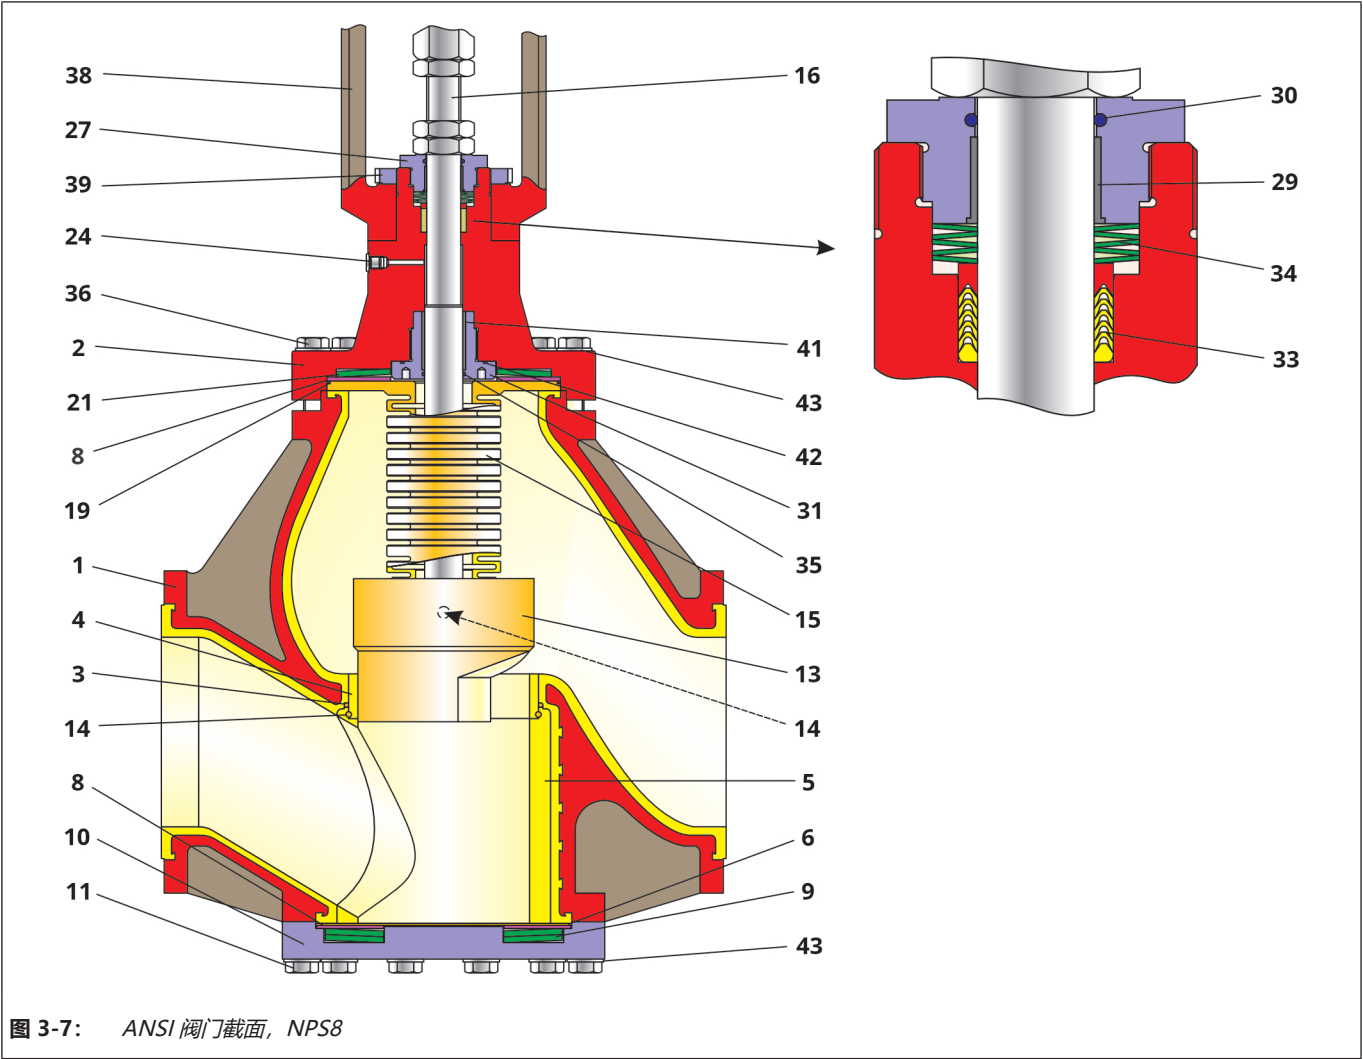

图 3-7: ANSI 阀门截面, NPS8
- ⇒ 将止推垫圈 (8) 放在 PTFE 垫圈 (6) 上。
- ⇒ 插入弹簧垫圈 (9)。有关弹簧垫圈的位置，请参见图 3-7。
- ⇒ 小心将底部法兰 (10) 放在阀体上。
- ⇒ 将垫圈 (6)、止推垫圈 (8) 和弹簧垫圈 (9) 居中装配在底部法兰中。
- ⇒ 将带有垫圈 (43) 的螺钉 (11) 拧入阀体。以交叉方式匀力拧紧螺钉。
- ⇒ 插入定距衬套以及 V 形环填料 (33) 的 V 形环和锁环。有关填料环的排列，请参见图 3-7。
- ⇒ 将弹簧垫圈组 (34) 插入现有小孔中。有关弹簧垫圈的排列，请参见图 3-7。
- ⇒ 将 O 形圈 (30) 插入填料箱 (27) 的内沟槽。
- ⇒ 将上部轴承套 (29) 按入填料箱 (27) 的底部。
- ⇒ 润滑填料箱 (27) 上的螺纹。
- ⇒ 将填料箱 (27) 拧入阀盖法兰 (2) 的上螺纹，填料箱的外沟槽仍可见。
- ⇒ 将弹簧垫圈 (21)、止推垫圈 (8) 和 O 形圈 (19) 插入阀盖法兰 (2)。有关组件排列，请参见图 3-7。
- ⇒ 拧紧锁紧螺钉 (24)。